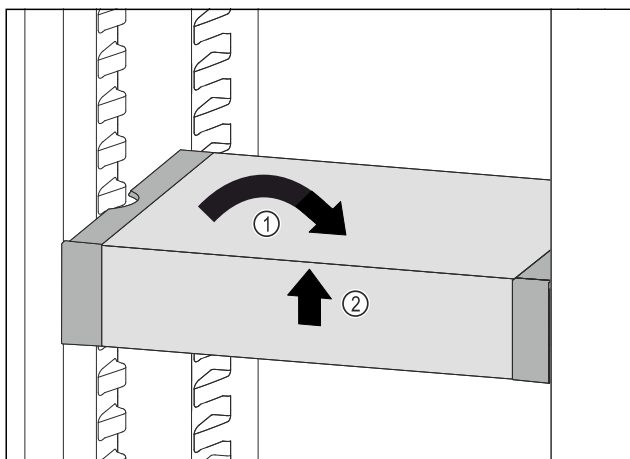

Fig. 162
- Remettre le VarioSafe droit. Fig. 162 (1)
- Soulever la partie avant du VarioSafe. Fig. 162 (2)